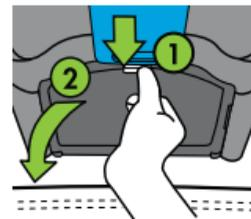

Figure 33
Ouvrez la porte du bac DUA en appuyant et en maintenant le haut de la languette de verrouillage (1), puis en tournant la porte du bac DUA vers le bas (2), comme indiqué dans la **Figure 33**.